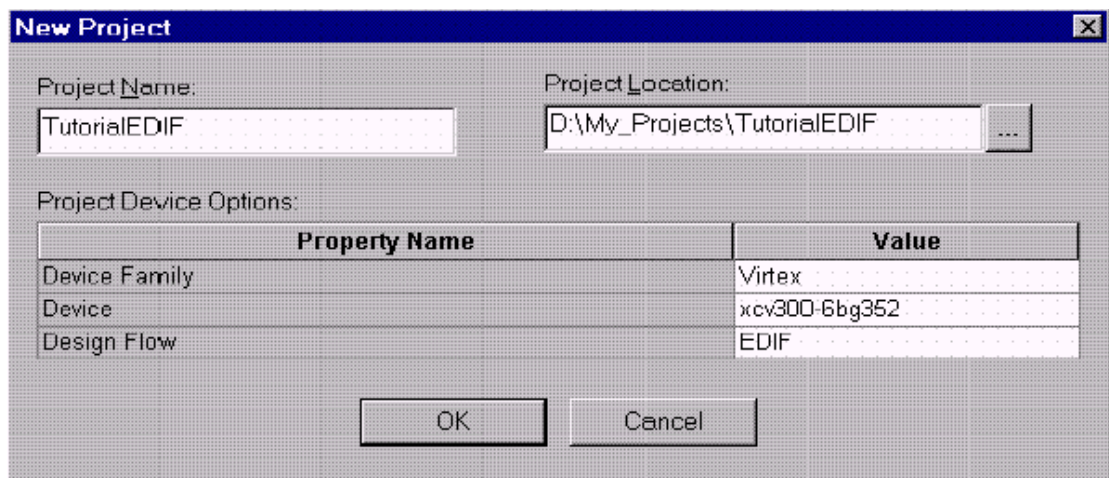

图 A-1 新工程项对话框
4. 在新工程项 (New Project) 对话框中，使用下拉箭头为每个属性名 (Property Name) 赋值，结果如图 A-1 所示。